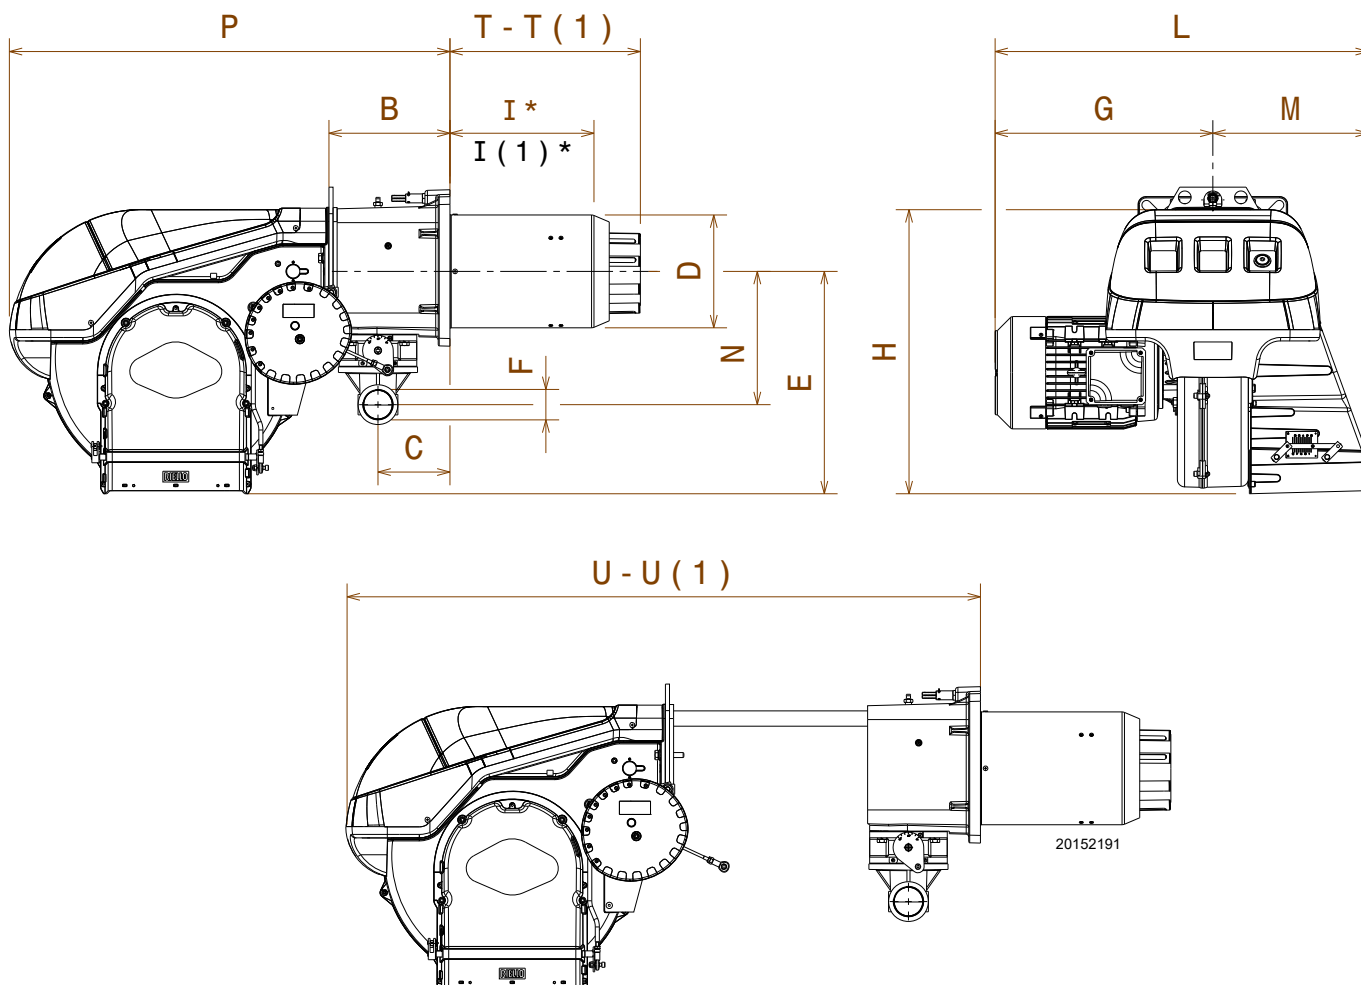

Abb. 1
Die Abmessungen des Brenners sind in der Abb. 1 angegeben. Beachten Sie, dass der Brenner für die Flammkopfspektion geöffnet werden muss, indem der hintere Teil auf den Führungen zurückgezogen wird.
* Die maximale Dicke der Kesseltür bezieht sich auf das Maß „l“ (Abb. 1 auf Seite 10).